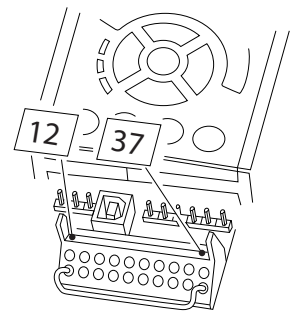

Рисунок 2.1 Соедините перемычкой клемму 37 и источник напряжения 24 В=.
1. Перемычку между клеммой 37 и напряжением 24 В= следует удалить. Разрезать или разорвать перемычку недостаточно. Удалите ее полностью, чтобы исключить короткое замыкание. См. перемычку на *Рисунок 2.1*.